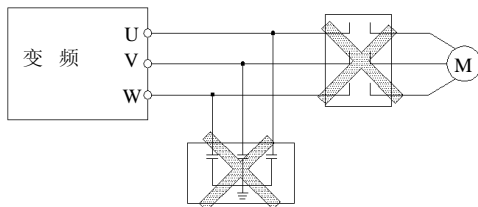

图 3-3 变频器与电机之间禁止使用接触器和吸收电容
- (1) 接线前，确保已完全切断电源 10 分钟以上，否则有触电危险。
- (2) 严禁将电源线与变频器的输出端 U/T1、V/T2、W/T3 连接。
- (3) 变频器本身机内存在漏电流，中大功率变频器整机的漏电流大于 5mA，为保证安全，变频器和电机必须安全接地，接地线一般线径为 14~12AWG 铜线，接地电阻小于 10 Ω。
- (4) 变频器出厂前已通过耐压试验，用户不可再对变频器进行耐压试验。
- (5) 变频器与电机之间不可加装电磁接触器和吸收电容或其它阻容吸收装置，如图 3-3。
- (6) 为提供输入侧过电流保护和停电维护的方便，变频器应通过中间继电器与电源相连。
- (7) 控制继电器及控制回路端子的接线(MI1、MI2、MI3、MI6、A01、M01、FWD、REV 等)应选用 22~16AWG 绞合线或屏蔽线，屏蔽层一端悬空另一端与变频器的接地端子  相连，接线长度小于 20m。